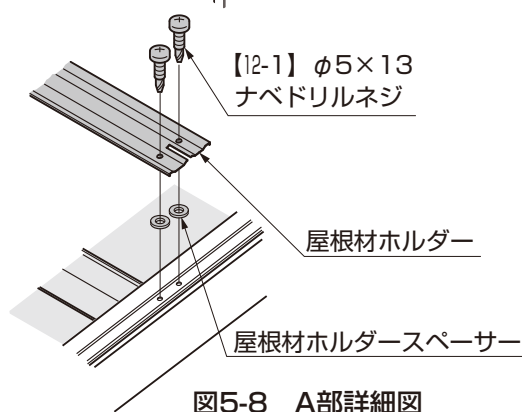
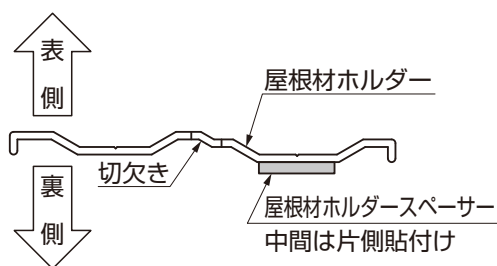

図5-8 A部詳細図
図5-9 屋根材ホルダー断面図
- 屋根材ホルダー下面に屋根材ホルダースペースを貼付けてください。(端部：図5-8、中間：図5-9参照)